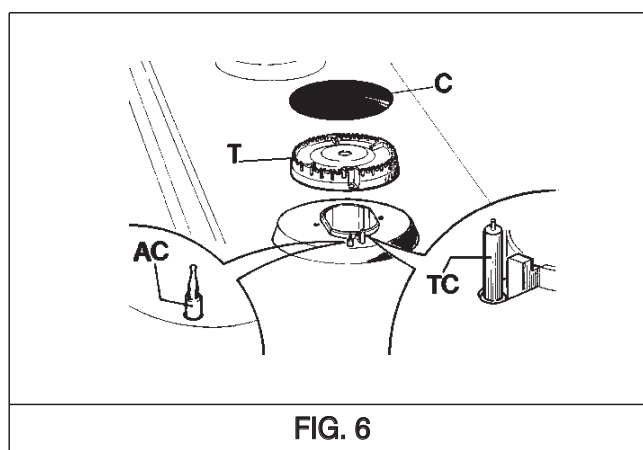

FIG. 6
Para manter a superfície da mesa brilhante, é muito importante que seja lavado periodicamente com água morna e sabão, bem enxaguado e seco. Da mesma maneira devem ser lavadas as grelhas esmaltadas, as tampas esmaltadas "C" e cabeças dos queimadores "T" (veja fig. 6).
- *antes de colocar as cabeças dos queimadores "T" (fig. 6), é indispensável verificar se os furos estão desentupidos.*
- *Verifique se a tampa esmaltada "C" (fig. 6) está posicionada correctamente na cabeça do queimador. Para ter certeza desta condição a tampa posicionada sobre a cabeça do queimador deve estar perfeitamente estável.*